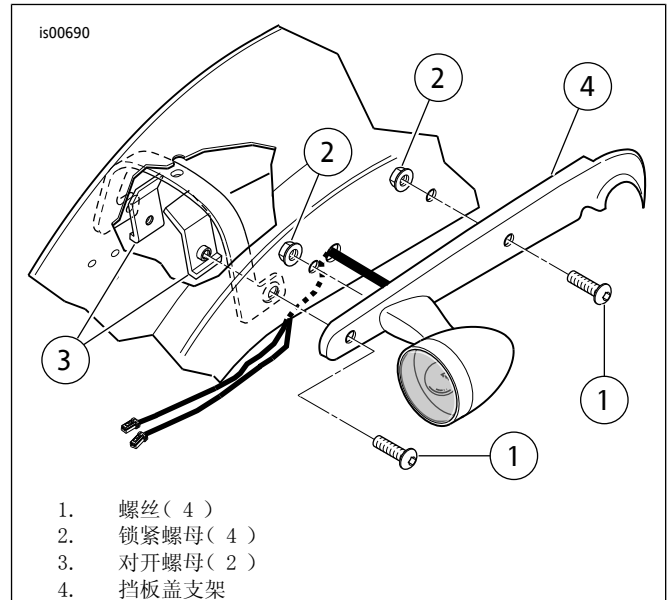

图1. 拆卸后挡板支架
3. 参见图1。从左右后挡板支架盖( 4 )上拆下前和后半圆头螺丝( 1 )、两个锁紧螺母( 2 )和挡板下的对开螺母( 3 )并且把它们丢弃。